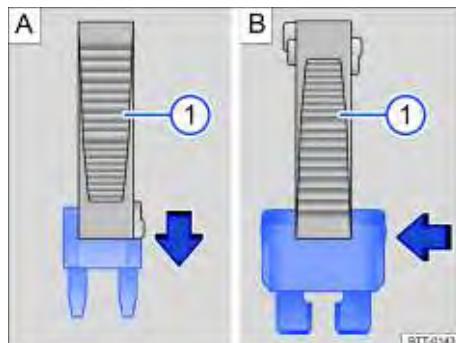

Fig. 145 Remover ou instalar um fusível com a garra da pinça de plástico ①.
- Se necessário, retirar a pinça de plástico ⇒ Fig. 145 ① do suporte. O suporte se encontra na parte traseira da caixa de fusíveis perto da tomada de conexão para diagnóstico.
- Em caso de fusíveis pequenos, encaixar a garra ① por cima ⇒ Fig. 145 A.
- Em caso de fusíveis maiores, empurrar a garra ① lateralmente sobre o fusível ⇒ Fig. 145 B.
- Caso o fusível esteja queimado, substituir o fusível por um novo da mesma intensidade de corrente (mesma cor e inscrição) e do mesmo tamanho ⇒ ①.